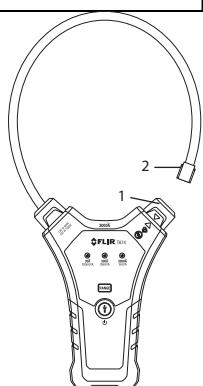

Fig. 5-2 Verrouillage des mâchoires de la pince
5. Tournez le mécanisme de verrouillage de la pince (1) dans
le sens contraire des aiguilles d'une montre pour dégager la pince (2). Veuillez vous référer à la Fig. 5-2.
7. Fixez la pointe de la bobine de la pince flexible (2) au verrouillage (1), puis verrouillez-la en place en tournant le verrouillage de la pince dans le sens des aiguilles d'une montre. Veuillez vous référer à la Fig. 5-2.